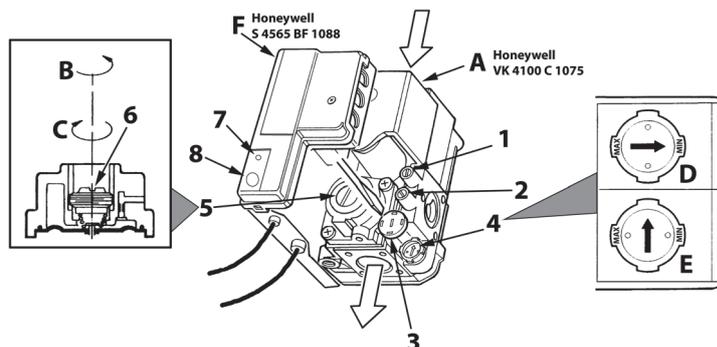

fig. 6 - Réglage de la pression
- Ôter le petit capuchon de protection 3 de la vanne à gaz (fig. 6). À l'aide d'un petit tournevis, régler le "STEP" d'allumage pour le gaz souhaité (G20-G25 position D fig. 6 ou bien ou G30-G31 position E fig. 6) ; remettre ensuite le capuchon.